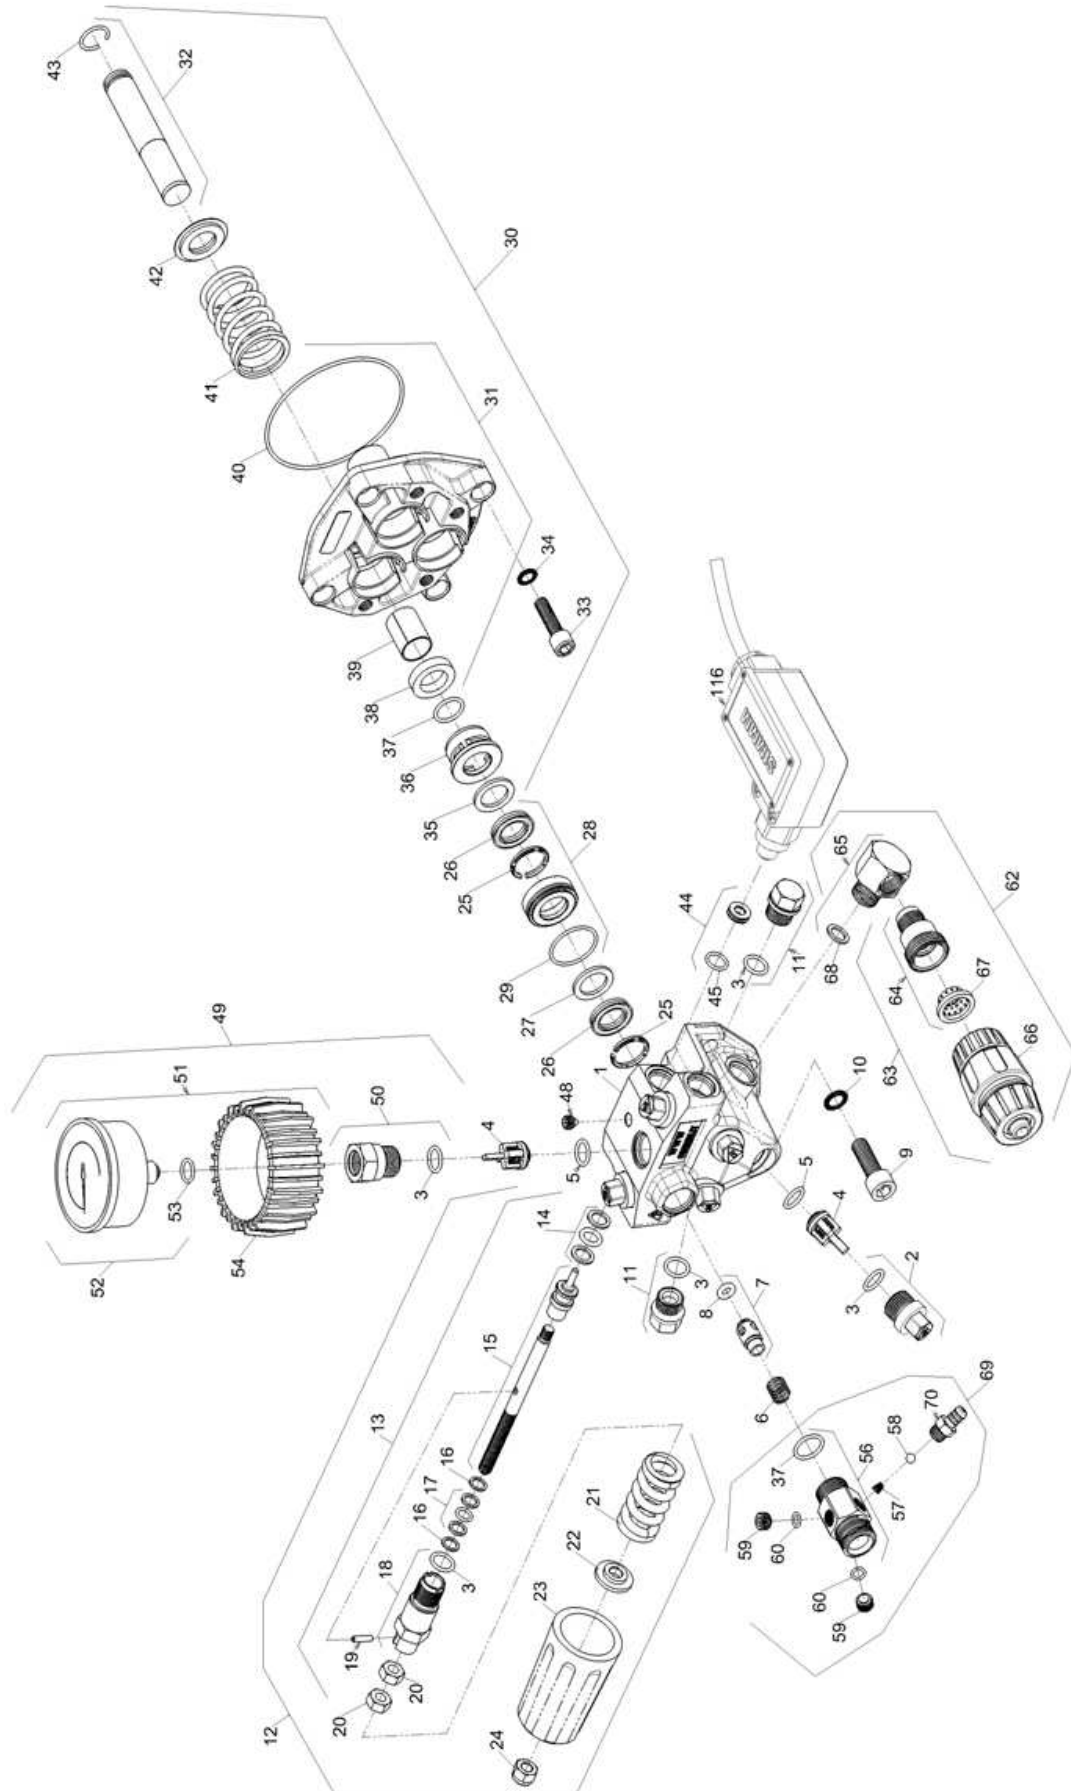

Figure 2
Il est possible que le clapet de sortie de pompe (7 fig.2) soit obstrué par des impuretés ou collé par le calcaire après une longue période d'inutilisation :
1. Démonter le raccord de sortie (56 fig.2), retirer le clapet et le nettoyer.
- Vérifier que le filtre d'arrivée d'eau n'est pas encrassé (67 fig.2) : dévisser le raccord rapide (66 fig.2) puis retirer le filtre à l'aide d'une pince et le nettoyer.
- Filtre d'arrivée d'eau obstrué (66 fig.2), le démonter et le nettoyer.
- Si cette première intervention reste sans résultat, il faut alors contrôler les clapets (4 fig.2). Il est possible qu'un clapet soit obstrué par des impuretés ou qu'il soit collé à son siège après une longue période d'inutilisation : Dévisser le boulon (2 fig.2), retirer le clapet (4 fig.2) ; le nettoyer si des impuretés obstruent celui-ci ; vérifier que le siège circule normalement en poussant sur celui-ci et qu'il revient normalement en position fermée grâce au ressort. Renouveler cette opération pour les 5 autres clapets.
- Vérifier régulièrement l'état du filtre d'arrivée d'eau (67 fig.2).